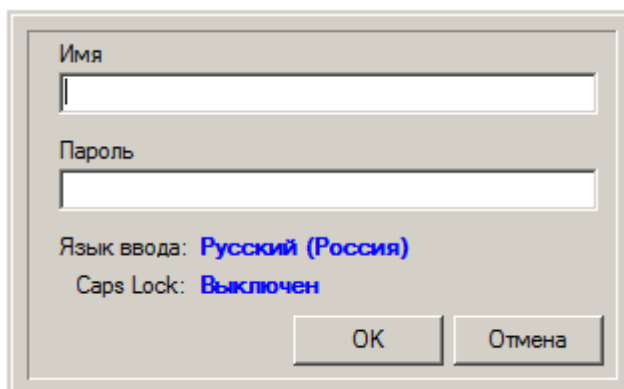

Рисунок 3. Ввод имени пользователя и пароля.
7.1.3 Ввести имя пользователя, пароль и нажать кнопку «ок» (Рисунок 3).